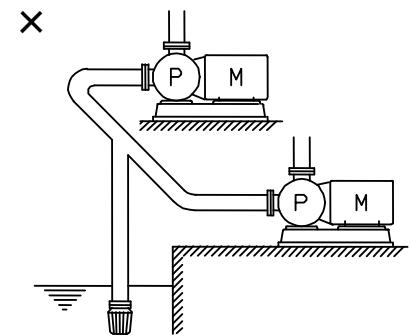

図 5
- (f) 吸込配管を、分岐にしないようにしてください(図5)。1 台運転の時、停止中のポンプから空気を吸い込み、揚水不能となることがあります。